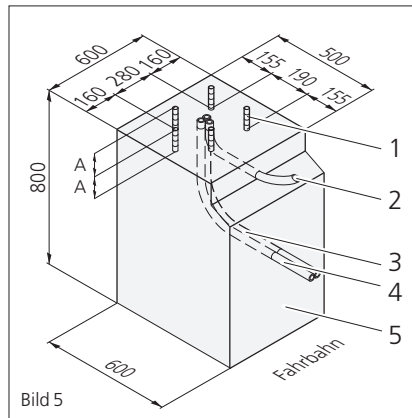

Bild 5
1. Fundamentloch bis auf Frosttiefe (min. 800 mm) tief ausheben. Größe des Fundamentes an der Fundamentsohle mindestens 600 x 600 mm für die Schranken der Typenreihe MTS (Bild 5).
5. Bohren der Bohrlöcher für die Verbundanker gemäß Grundrißplan, nachdem der Beton ausreichend ausgehärtet ist. Für Schranke MTS Bohrloch  $\varnothing$  14 mm,  $A = 110 \text{ mm}$  tief (Bild 5).
6. Versetzen der entsprechenden Verbundanker in die Bohrlöcher (Bild 5).